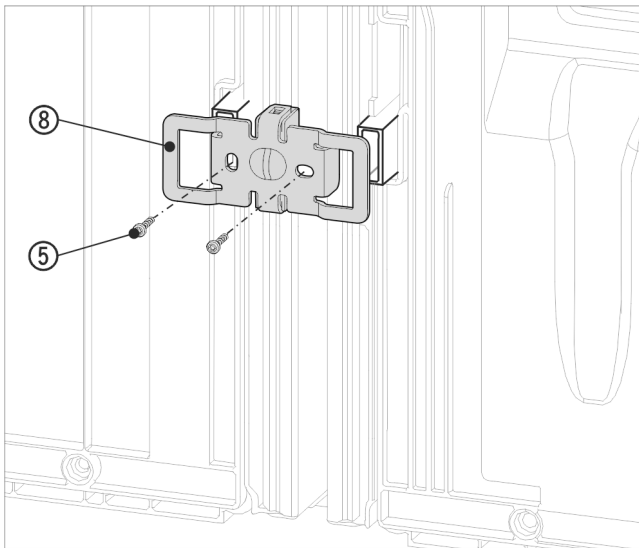

Fig. 16 Beispielhafte Darstellung
- Den Winkel Fig. 16 (8) erneut mit den Aussparungen über die Aufnahme für die Wandabstandshalter schieben.
- Mit 2 Schrauben Fig. 16 (5) fest anschrauben.